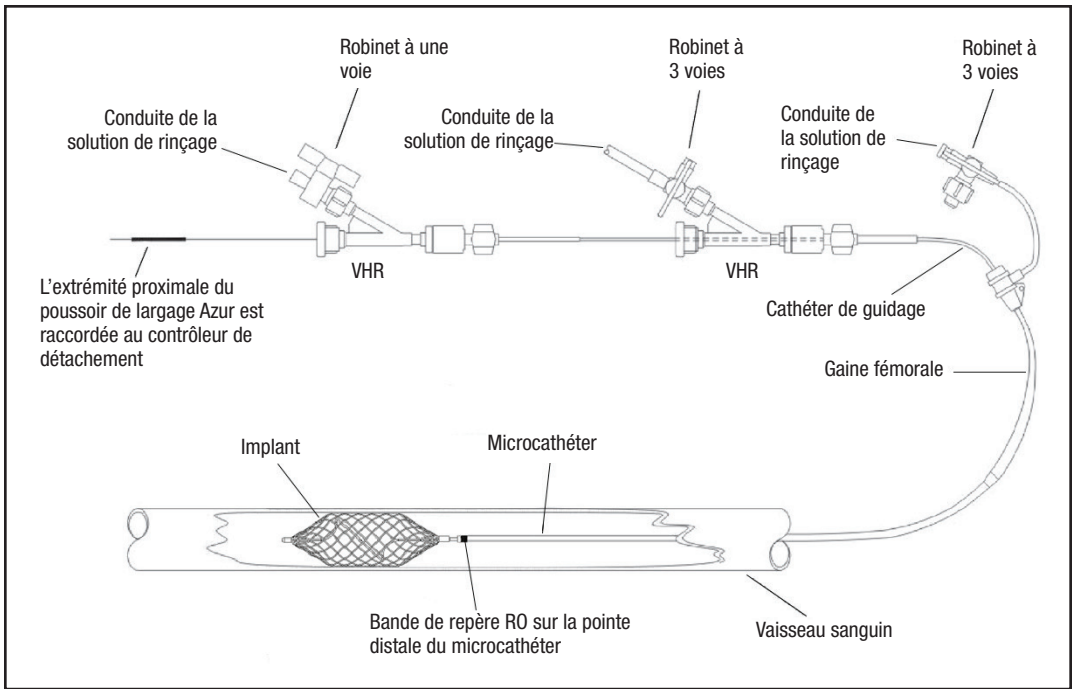

Figure 1 – Schéma de l'installation du système Azur
- Se reporter à la Figure 1 pour le schéma d'installation.